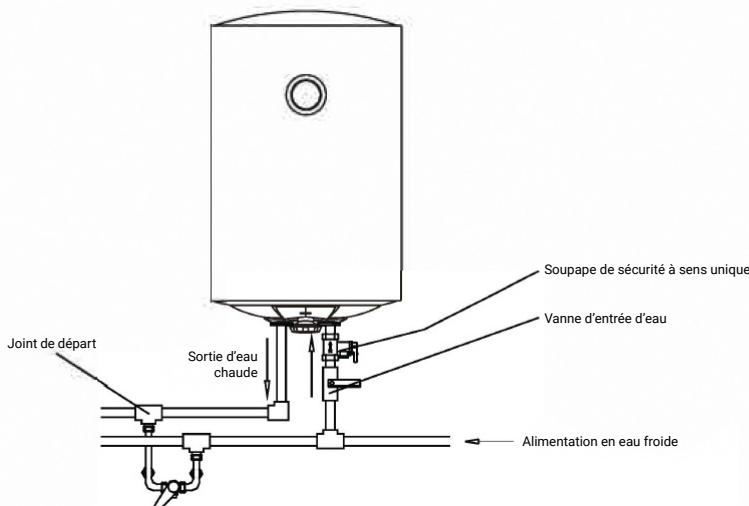

Fig. 4
- Si les utilisateurs souhaitent utiliser plusieurs systèmes d'alimentation en eau, la figure 4 montre comment procéder.